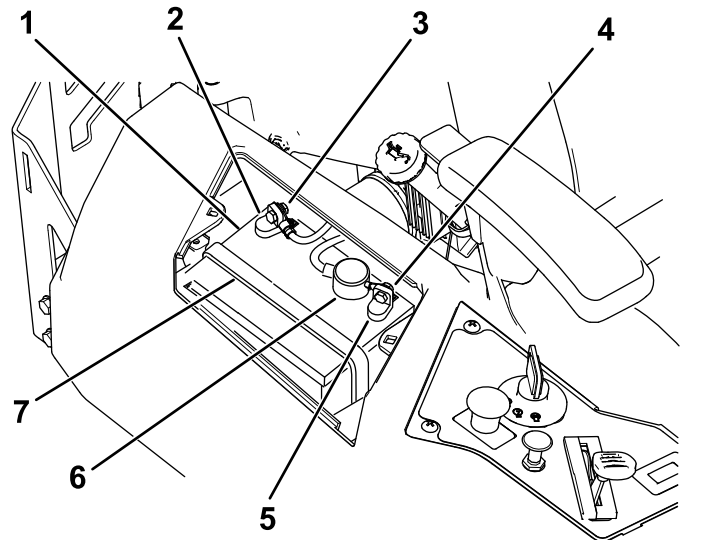

Bild 56
4. Klemmen Sie das Minuskabel (schwarz) vom Batteriepol ab (Bild 56).
6. Klemmen Sie das Pluskabel (Rot) vom Batteriepol ab (Bild 56).
7. Nehmen Sie die Batterieklemme ab (Bild 56) und heben Sie die Batterie aus dem Batteriefach heraus.
1. Setzen Sie die Batterie in das Fach (Bild 56).
5. Befestigen Sie die Batterie mit der Befestigung (Bild 56).